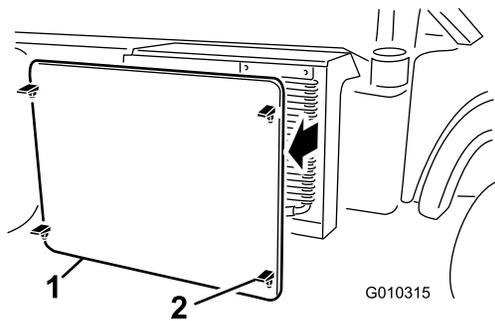

図 60
2. ラジエータスクリーンのラッチを外して、ラジエーター前面から外す図 60。